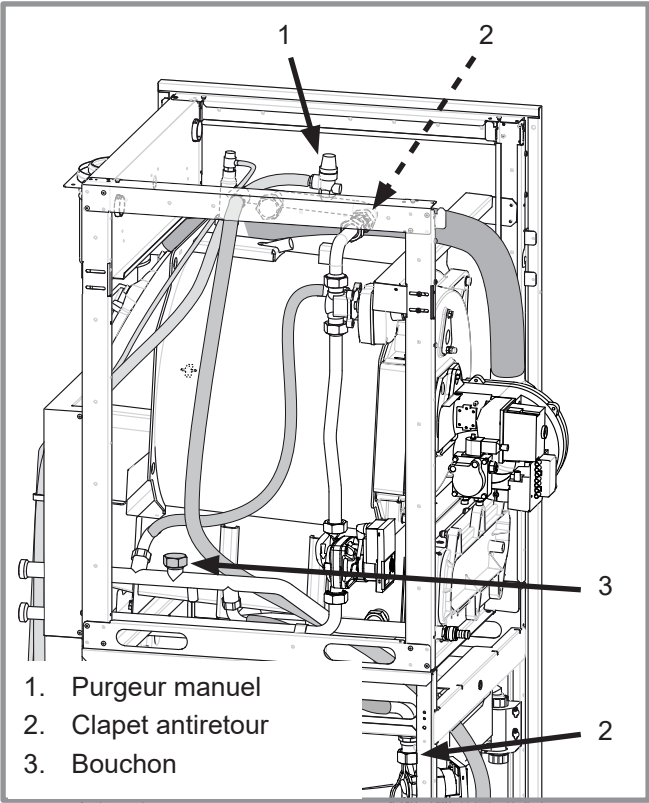
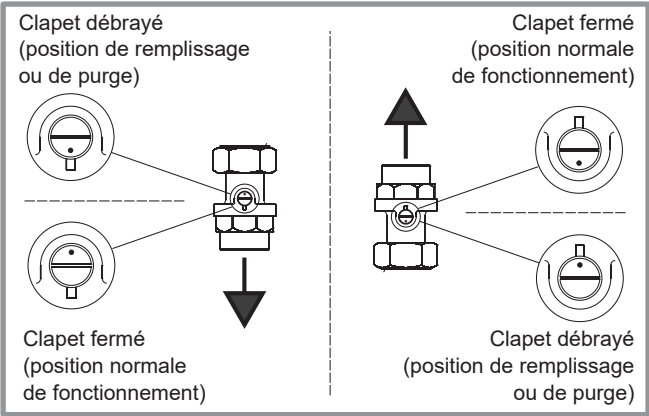

fig. 31 - Purgeur et clapets antiretour
fig. 32 - Clapet antiretour
- Débrayer le(s) clapet(s) antiretour (fig. 31 et fig. 32).
- Si nécessaire, dégazer au niveau du bouchon de la tuyauterie retour chauffage "circuit 1" (rep. 3, fig. 31).
- Purger le corps de chauffe (rep. 1, fig. 31).